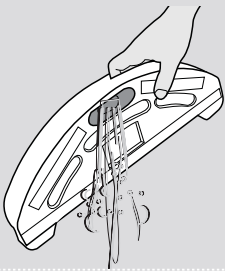

Fig. 17
1. Presione el botón de liberación y sáquelo. [Fig. 17]
2. Pulsar el botón de desbloqueo del depósito de polvo y extraer el depósito de Robot. [Fig. 17]